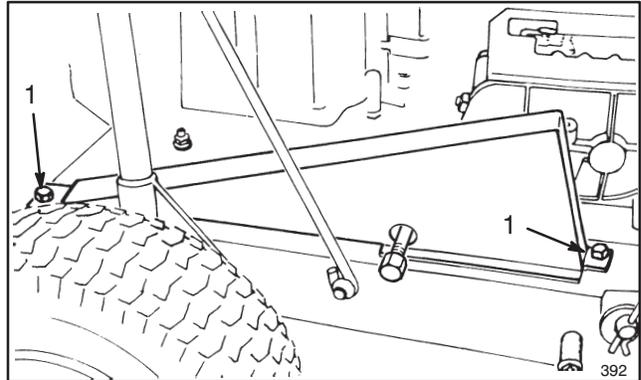

Abbildung 21
1. Zwei Schrauben entfernen, mit denen die Kettenabdeckung am Mähergestell befestigt ist, und die Kettenabdeckung herunterheben (Abb. 21).